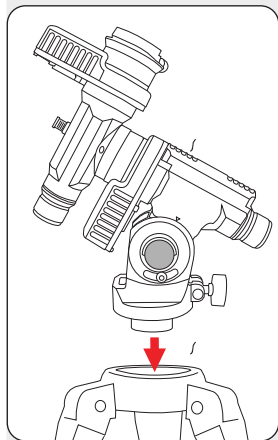

Fig. 9: Colocar el cabezal de la montura
7.1. VISTA GENERAL DE LAS PIEZAS DE LA MONTURA (FIG. 9)
- (14) Cabezal de la montura con aro de alojamiento (14 a)
- (15) Nivel circular
- (16) Tornillo de ajuste de latitud con escala de latitud (16 a)
- (17) Bloqueo RA
- (18) Interruptor de encendido/apagado
- (19) Panel de conexiones (detalles: véase 11.)
- (20) Tornillo de bloqueo para el raíl del tubo
- (21) Guía de cola de milano para el raíl del tubo
- (22) Abertura del buscador polar con tapón de cierre (22 a)
- (23) Bloqueo DEC con rosca interior (23 a)
2. Inserte el cabezal de la montura (14) con el aro de alojamiento (14 a) en la abertura de alojamiento (1 a) del cabezal del trípode y sujételo firmemente con una mano (Fig. 9).